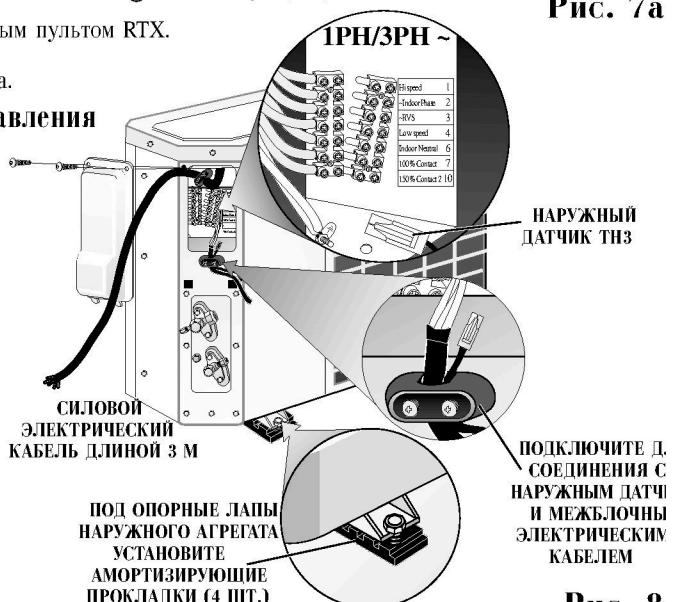

Рис. 8
- Плотно закрепите опоры наружного агрегата на основании, как показано на Рис. 8. Для предотвращения вибрации установите под ножки агрегата резиновые амортизирующие амортизаторы (поставляются вместе с наружным агрегатом).
- Специальным хомутом, показанным на Рис. 8, закрепите электрический кабель соединения агрегатов и датчик TH3 на корпусе наружного агрегата.